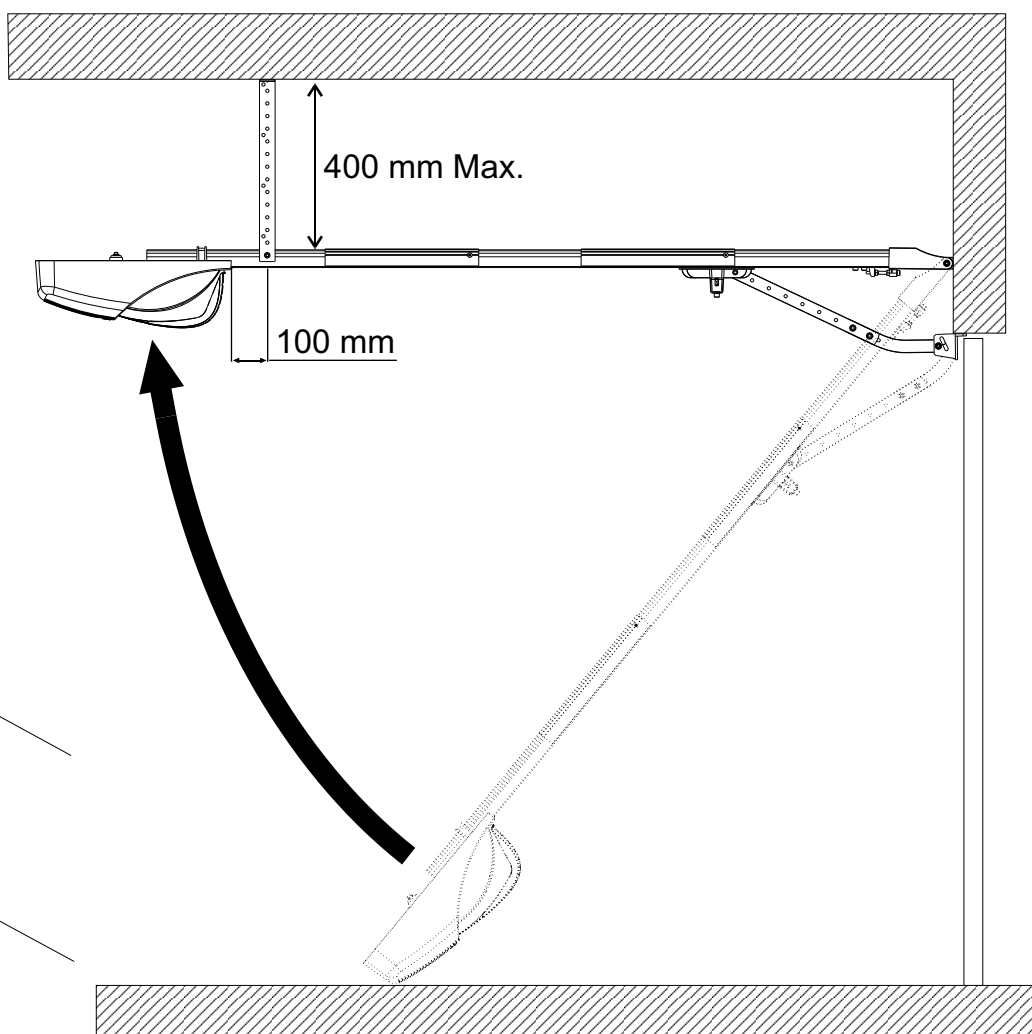

Fig. 9
- Soulever le Corona S et le fixer au plafond avec les brides spéciales, respectant une distance maxi de 400 mm du plafond et s'assurer que le Corona S est fixé parfaitement horizontal (Fig.9);
2. Déverrouiller le chariot (fig. 9).